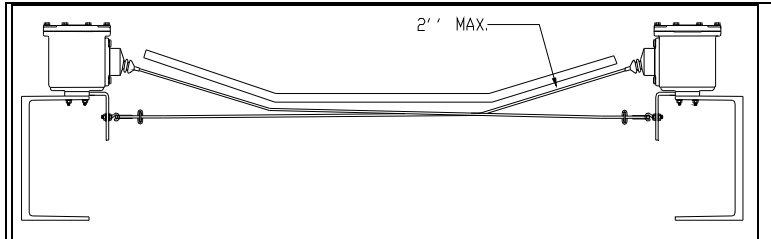

FIGURA 1: Sección transversal de la cinta del transportador que muestra la instalación de las unidades y del cable.
- La fuerza requerida para extraer de una unidad detectora el extremo con la esfera del cable de tiro se incrementa proporcionalmente con la distancia desde el detector. Por lo tanto, el cable que se extiende más allá del punto medio del tramo de cable instalado y el punto de anclaje del cable en el lado opuesto, se consideran inactivos para los propósitos de detección de daños. Así, se monta una segunda unidad en oposición a la primera para cubrir con efectividad esta sección inactiva. (Consulte la Figura 1).
- Las unidades detectoras deben montarse a una altura suficiente para que los cables cubran toda el área activa bajo la cinta. En otras palabras, los cables deben seguir el contorno de la cinta con la suficiente fidelidad como para detectar las secciones dañadas de la cinta, tanto en el centro como cerca del borde. Los cables no deben exceder un máximo de 2" [51 mm] por debajo de la cinta (consulte la Figura 1).